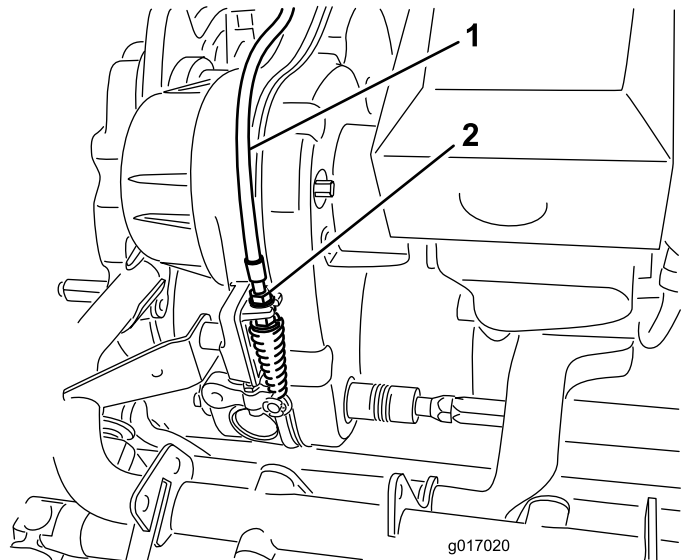

图47
2. 在变速箱隔板上，调整滚刀控制装置拉线（图47），使弹簧长度达到 70.6~72.4mm。